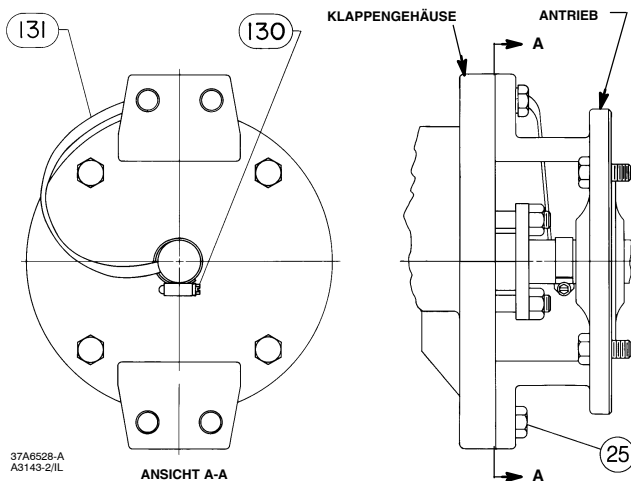

Abbildung 6. Optionales Masseband zwischen Welle und Klappengehäuse
4. Das Masseband (Pos. 131, Abbildung 6) mit der Klemme (Pos. 130, Abbildung 6) an der Welle befestigen.